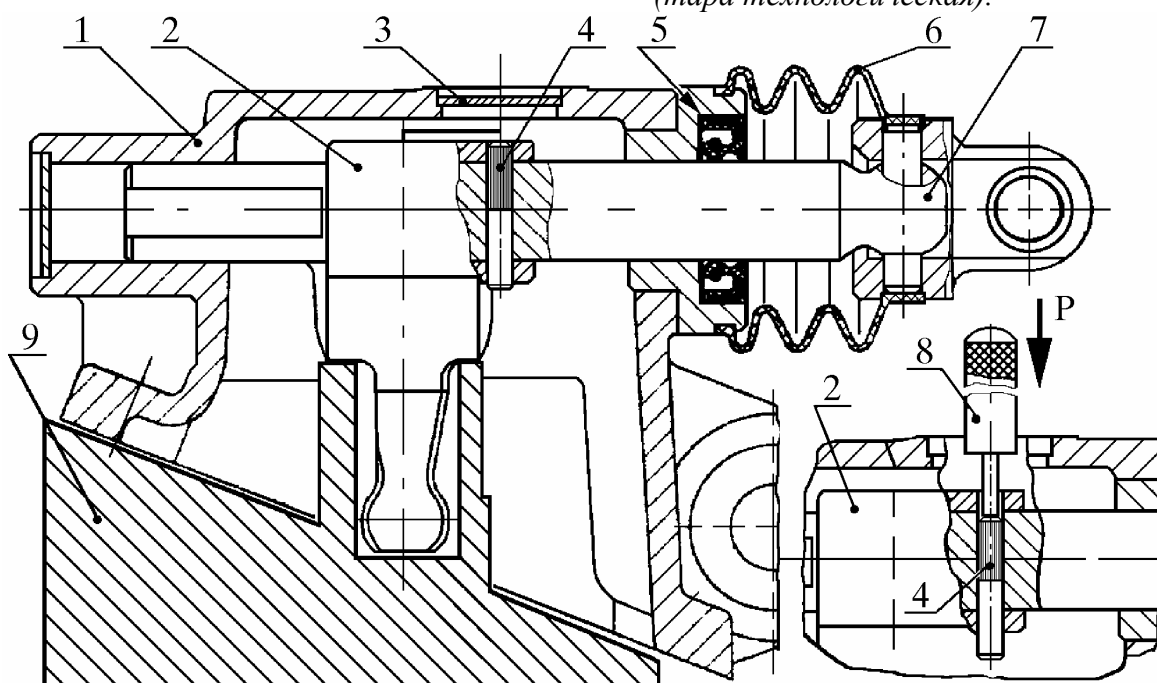

Рис. 6. Разборка механизма переключения передач:
- 3.4. Приспособление и оправка технологические - для выпрессовки оси из корпуса шарнира (рис. 6).
6.1.1. Установить корпус 1 (рис. 6) механизма переключения передач в сборе в приспособление 9, как показано на рисунке